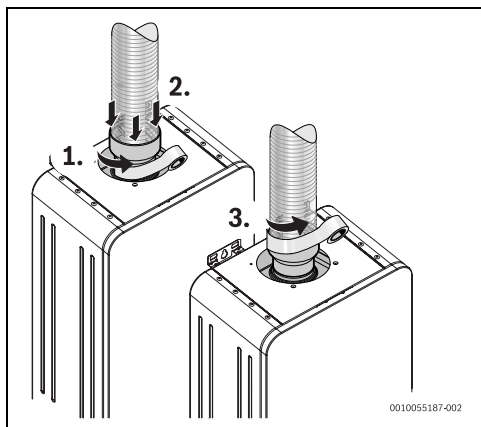

Fig. 25 Installazione tipo B23
- essere isolata con materiale adeguato (Fig. 25)